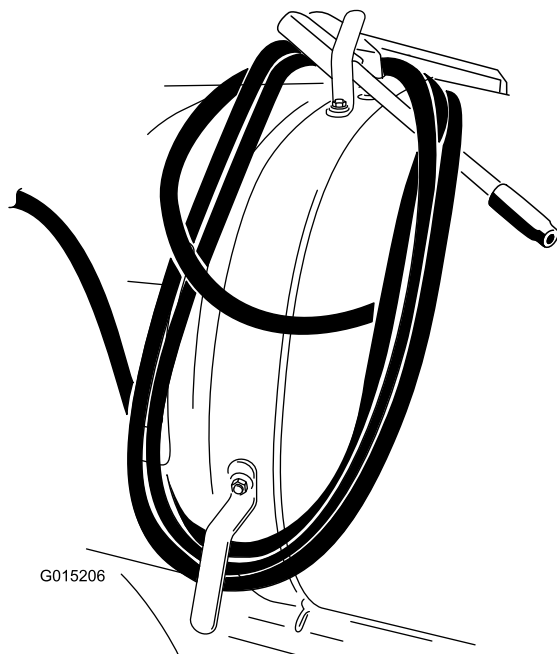

図 12
3. 図 12 のようにホースをフックに巻きつけ、ガン固定する。